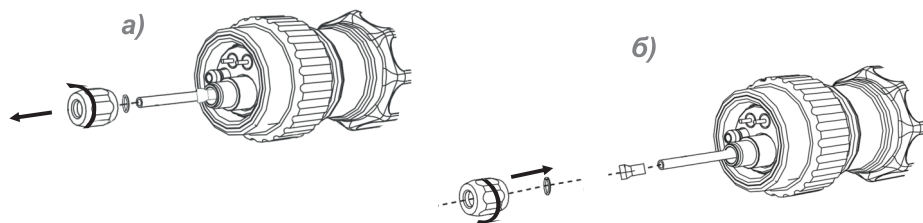

Рисунок 6. Схема встановлення тефлонового каналу MIG-пальника.
- відкрутити притискну гайку для вивільнення попереднього каналу з кабель-пакету MIG-пальника (рис. 6а);
- встановити у кабель-пакет потрібний канал та зафіксувати його за допомогою притискної гайки MIG-пальника (рис. 6б).